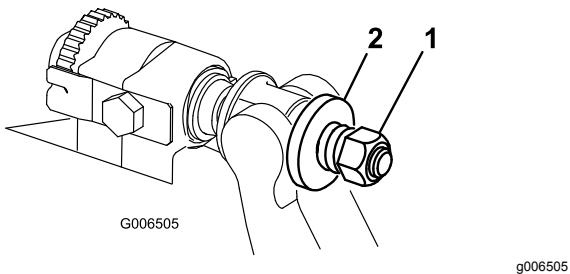

図 23
6. スプリングがつぶれるまでテンションナットを締め、そこから半回転戻す(図 23)。